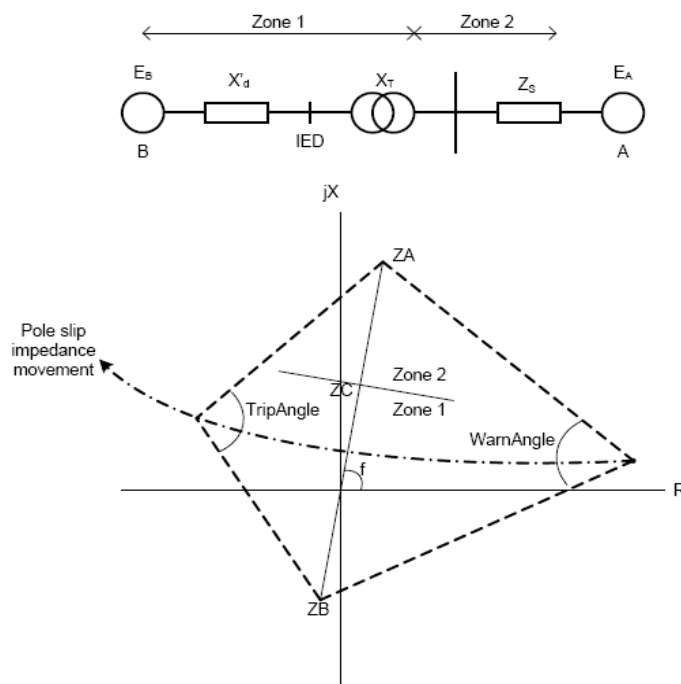

Fig. 7- Ajustes de la PSPPPAM
La función PSPPPAM es la encargada de detectar esta situación y desconectar el generador tan rápido como sea posible, si la trayectoria del pole slip cae dentro de la zona del generador y prevenir daños mayores al bloque generador. Los parámetros principales a ajustar son los siguientes (fig. 7):
- **ImpedanceZB**: Es la impedancia en reversa mostrada en la fig. 7. ZB es igual a la reactancia transitoria del generador X'd. Está expresada en % de la impedancia base acorde a la ecuación anterior.